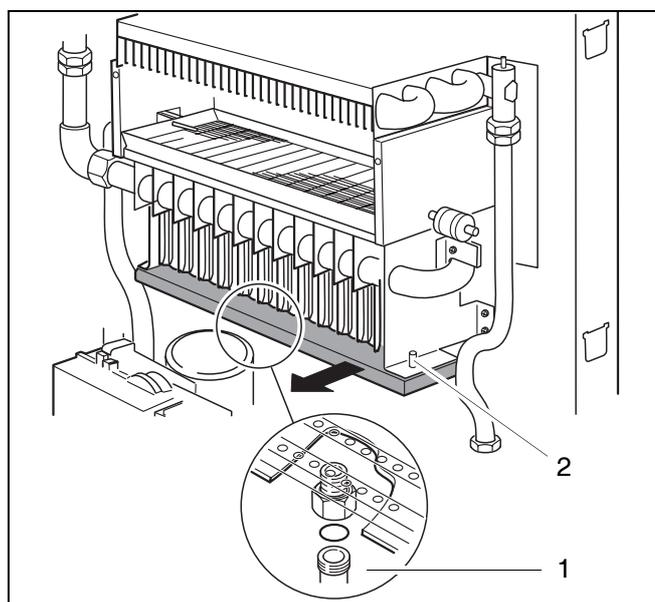

Fig. 39 Togliere la piastra degli ugelli
- Staccare il dado di raccordo della piastra degli ugelli al tubo del gas (fig. 39, pos. 1).
- Svitare le viti sinistra e destra (fig. 39, pos. 2) ed estrarre la piastra degli ugelli.